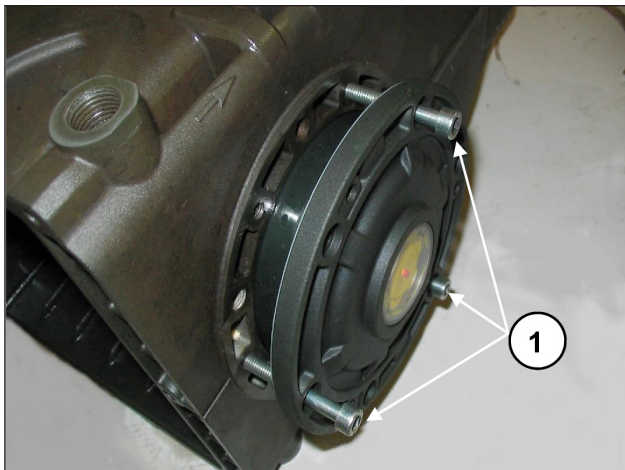

Abb. 8
Um das Einführen des ersten Abschnitts und das Einsetzen der Pleuelstange am Pleuelstange zu erleichtern, sollten Sie 3 Schrauben M6 x 40 mit Teilgewinde (Abb. 8, Pos. ①) zu Hilfe nehmen und den Vorgang dann anhand der mitgelieferten Schrauben (M6x18) abschließen.
Prüfen Sie nach Einbau der kompletten Gruppe (Flansch auf Schauglasseite + Welle + Flansch auf Motorseite), dass das Reibmoment der Welle - bei nicht verbundenen Pleueln - in einem Bereich zwischen min. 4 und max. 7 Nm liegt. Für das Annähern der beiden Seitendeckel an das Gehäuse können Sie zunächst 3 Schrauben M6x40 für eine erste Ausrichtung verwenden, wie in Abb. 8 angegeben, und dann die für die endgültige Befestigung vorgesehenen Schrauben. Das Reibmoment der Welle (bei verbundenen Pleueln) darf 8 Nm nicht übersteigen.